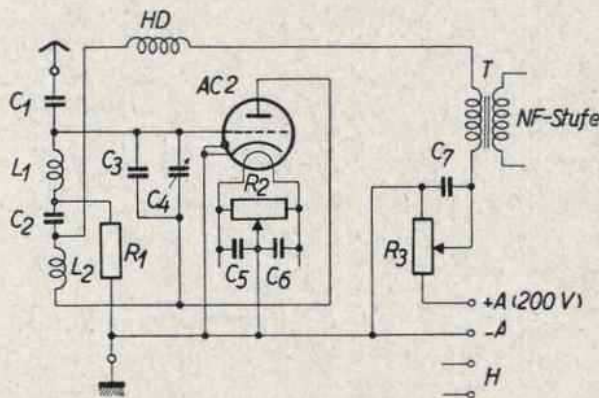
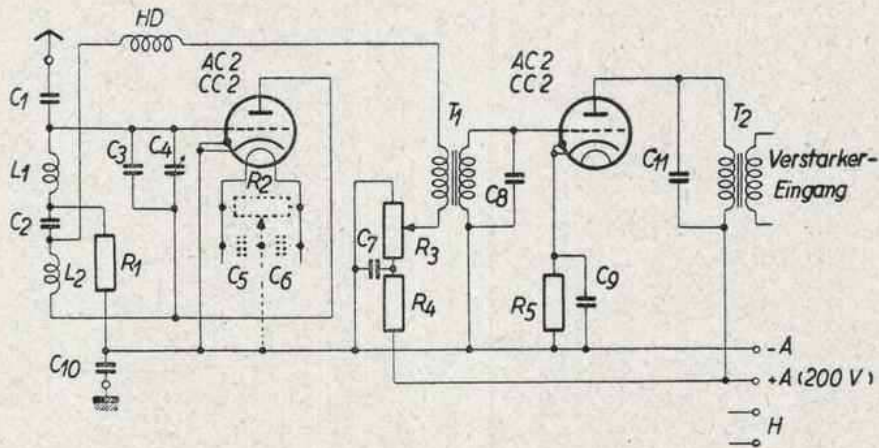
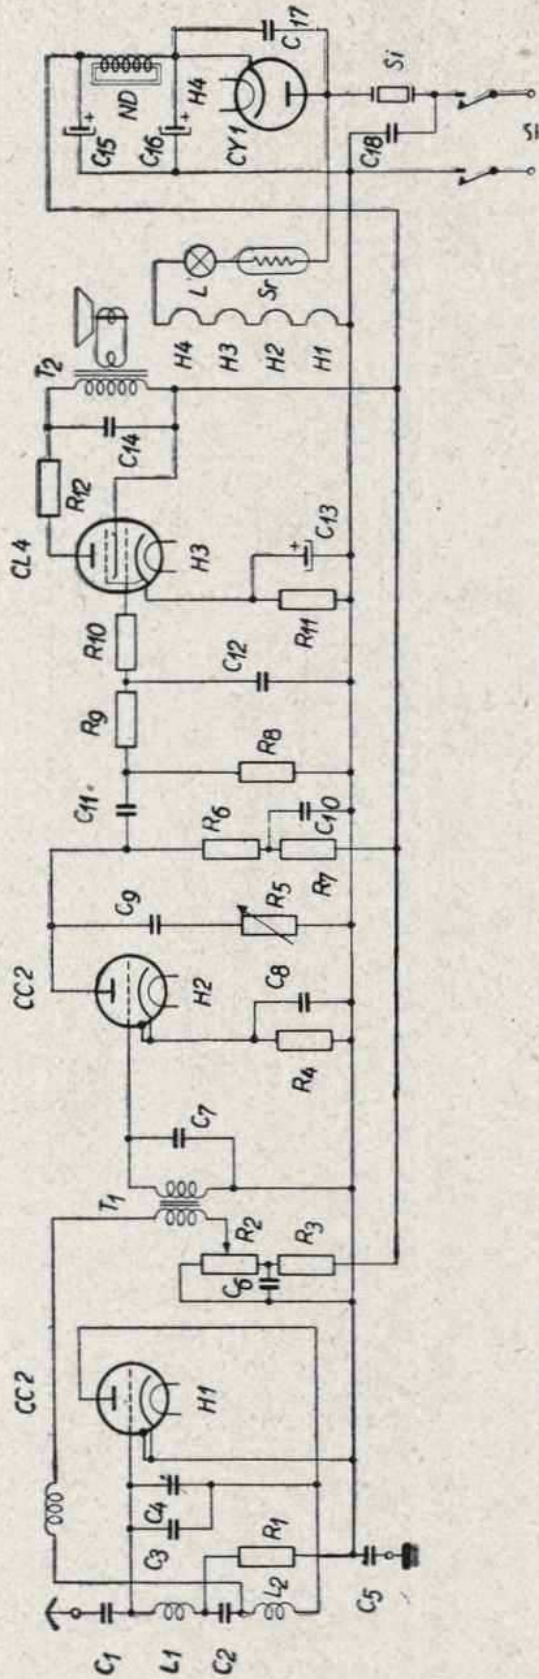

Abb. 127.
Abb. 128. UKW-Vorsatzgerät mit einstufigem NF-Vorverstärker.
Abb. 134. Schaltbild des Einkreis-Vierröhren-UKW-Empfängers für Allstrom.
Eine Ultrakurzwellen-Spezialschaltung, die sich sehr gut auch auf Wellen unter 5 m verwenden läßt, zeigt Abb. 127. Im Gegensatz zu gewöhnlichen Audionschaltungen befindet sich hier der Abstimmkondensator C_4 mit Bandkondensator C_3 zwischen Gitter und Anode, während Gitter- und Rückkopplungsspulen L_1 und L_2 in Serie geschaltet sind und der Sperrkondensator C_2 , der die Anodengleichspannung vom Gitter der Audionröhre fernhält, in Reihe zur inneren Röhrenkapazität liegt.
Empfangsgeräte mit nur geringer Niederfrequenzverstärkung liefern unter Umständen zu geringe Lautstärke unter Verwendung des in Abb. 127 gezeigten einfachen Vorsetzers. Nachdem hier ein Erweiterungsbau des Rundfunkgerätes unpraktisch wäre, erscheint es zweckmäßiger, den Ultra-Audionvorsetzer mit einer anschließenden Niederfrequenzverstärkerstufe auszustatten, wie aus Abb. 128 hervorgeht.
Einzelteile nach Liste zu Abb. 127 sowie:	1 Netzdrossel 20 mA (Görler)
Guten Lautsprecherempfang innerhalb der Reichweitenzone von 50 km beim Empfang von UKW-Tonsendern ermöglicht der Einkreis-Vierröhren-Geradeausempfänger nach Abbildung 134. Das Audion besitzt grundsätzlich die Schaltung des Ultraaudions (vgl. Abb. 127) sowie die gleiche Dimensionierung des Abstimmkreises. Wir verweisen daher auf die bei Abb. 127 gemachten Ausführungen. C_5 (5000 pF) ist der übliche Sperrkondensator in Allstromschaltungen, R_3 verringert die Anodenspannung auf einen für den Regelbereich von R_2 günstigen Wert.
- C 1 bis C 4 siehe Abb. 127 (Einzelteilliste)